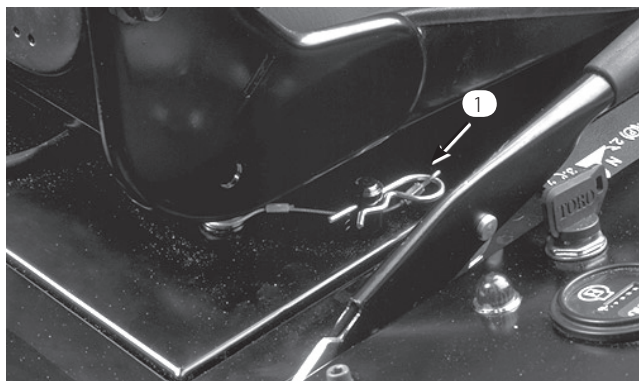

図 17
1. 座席ロック棒についているリテーナ・クリップを取り外す(図17)。